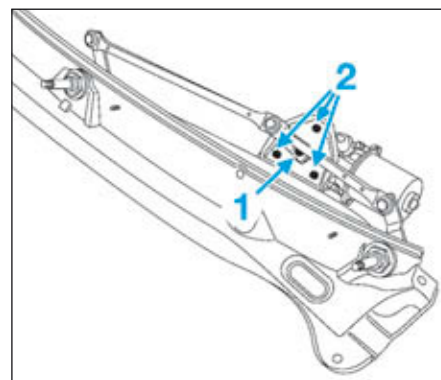

FIG.88
- Déposer (Fig.88) :
- l'écrou (1) de l'axe du moteur,
- les vis (2) du moteur d'essuie-vitre avant,